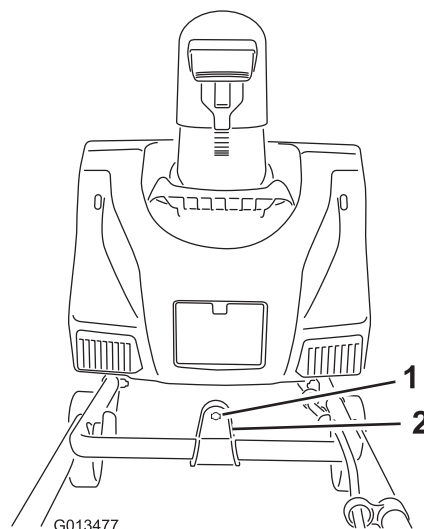

Figure 4
2. Insérez l'extrémité de la tige d'orientation de l'éjecteur dans le trou de clavette du support qui est fixé sur le haut de la partie inférieure du guidon (**Figure 4**).